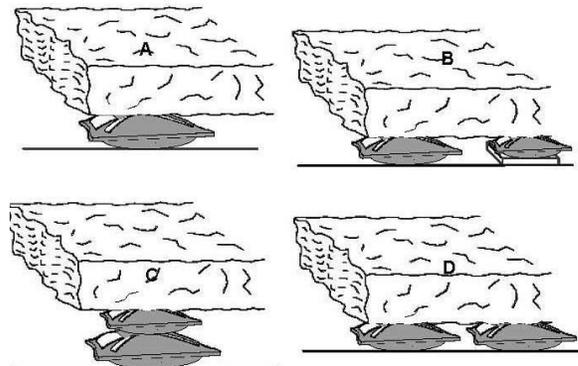

Abbildung 2-4. Hebekissen Stapeln und Reihen-Schaltung
f. Die Hebekapazität erhöht sich nicht, wenn 2 Hebekissen übereinander gestapelt werden; lediglich die Hubhöhe erhöht sich. Die Hebekapazität wird durch die Kapazität des kleineren Hebekissens bestimmt. Verwenden Sie Hebekissen nebeneinander, um die Kapazität durch gleichzeitiges Aufblasen der Hebekissen zusätzlich zu erhöhen. (Abbildung 2-4)